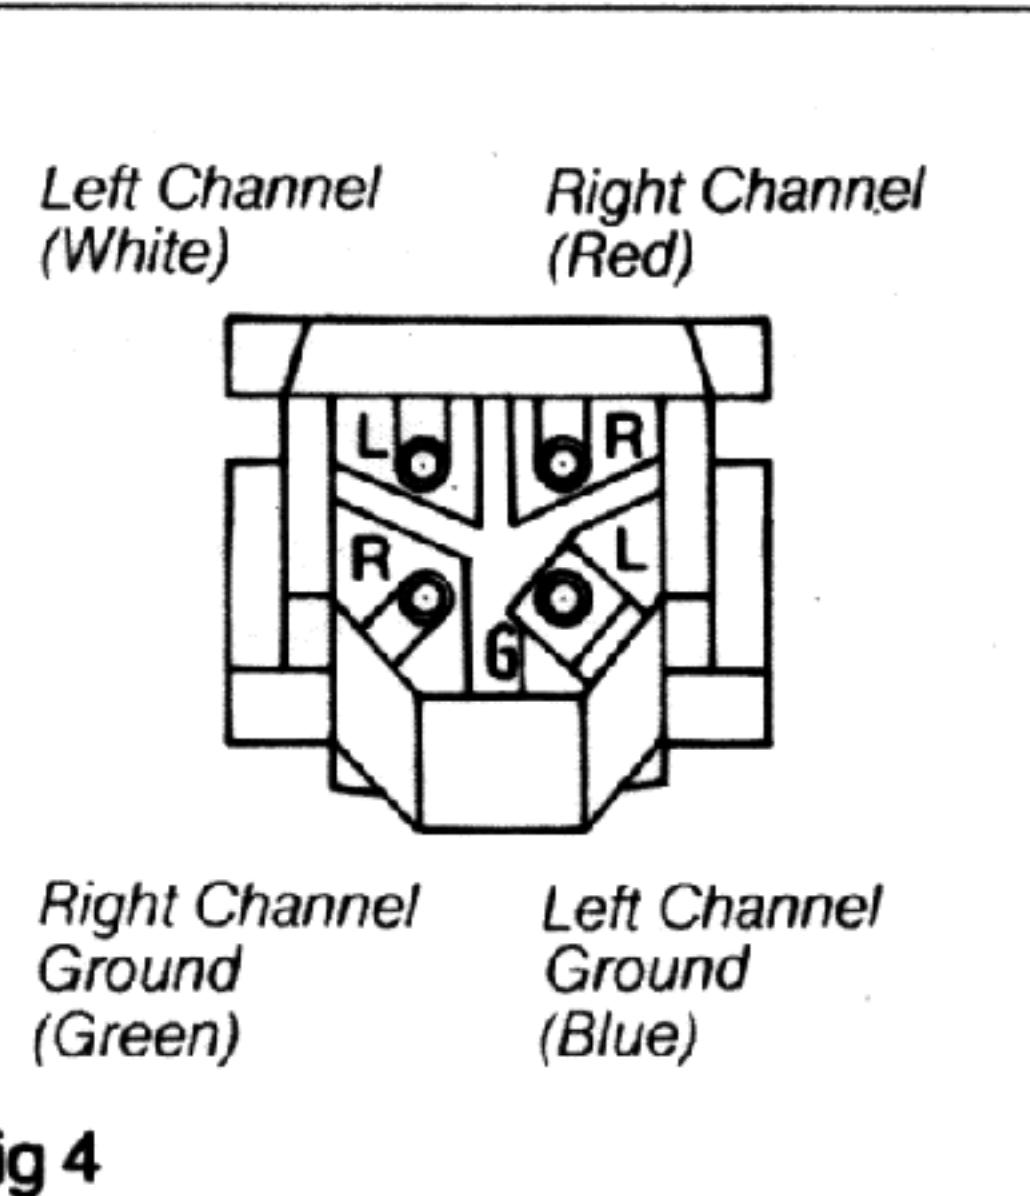

Fig 4
3. With a pair of tweezers or small nose pliers, connect the wires in the headshell to the four terminals on the back of the cartridge. See Figure 4 for pin designations and standard color code. If your headshell uses a different color code, check the tonearm manual for the wire designations to match the cartridge pins. DO NOT SOLDER THE WIRES TO THE CARTRIDGE PINS. This will ruin
3. Die Anschlüsse des Systemträgers verbinden Sie mit den vier Polen des Tonabnehmer. Die Polbezeichnungen sowie die Farocode sind aus Abbildung 4 zu entnehmen. Sollten die Farocode an Ihrem Systemträger einmal anders sein, so ziehen Sie die Anleitung Ihres Plattenspielers bzw. Ihres Tonarmes zu Rate, um die richtigen Verbindungen zum Tonabnehmer herzustellen.
3—A l'aide de brucelles ou de pinces à petit bec, connectez les fils dans l'enveloppe de tête aux quatre bornes se trouvant sur la partie arrière de la cellule. Voyez la Figure 4 pour la désignation des broches et le code de couleurs standard. Si votre coquille utilise un code de couleur différent, consultez le manuel ou la notice de votre appareil pour déterminer les désignations des fils affectés aux broches de la cellule.